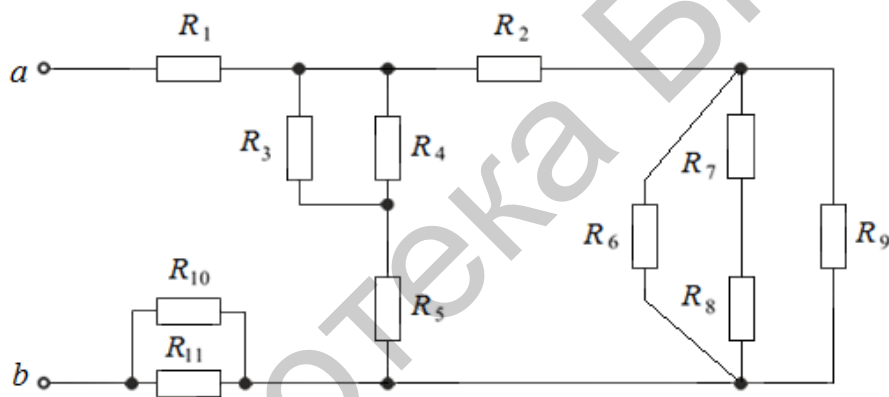

Рис. 71
4. Найти эквивалентное сопротивление R_{ab} схемы электрической цепи (рис. 71), если $R_1 = R_3 = R_9 = 5 \text{ Ом}$; $R_2 = R_4 = R_7 = 6 \text{ Ом}$; $R_6 = R_8 = R_{11} = 10 \text{ Ом}$; $R_5 = R_{10} = 4 \text{ Ом}$.